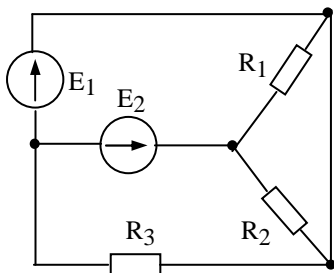

Рис.1.4.21
1.4.21. Определить токи в ветвях схемы (рисунок 1.4.21) при заданных параметрах элементов: $E_1=70$ В, $E_2=46$ В, $R_1=8$ Ом, $R_2=12$ Ом, $R_3=14$ Ом. Составить баланс мощностей.